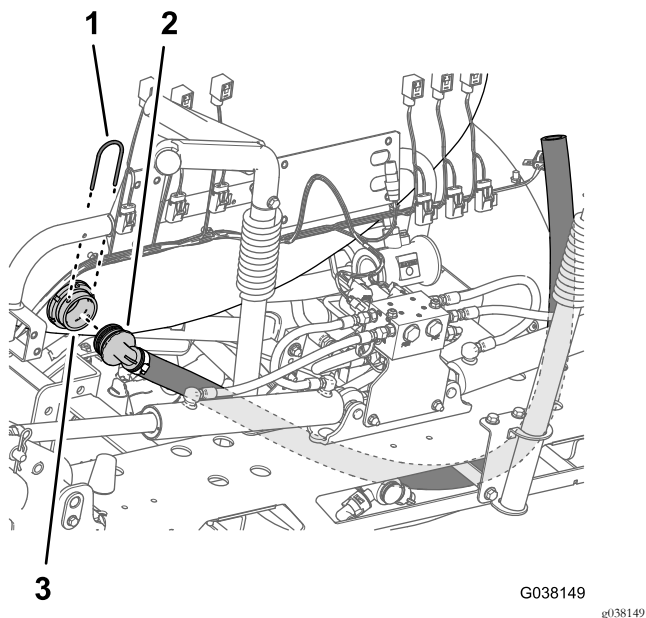

Рисунок 28
1. Снимите держатель, который крепит прямоугольный штуцер типа «елочка» перепускного шланга секции (для клапанов секций стрел) к переходному штуцеру в задней части бака опрыскивателя (Рисунок 28).
2. Снимите прямоугольный штуцер типа «елочка» с переходного штуцера (Рисунок 28).